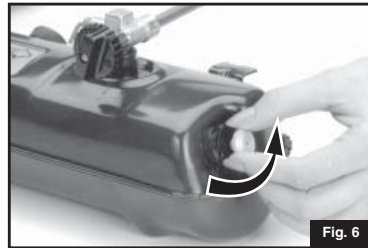

Fig. 6
- Gire la PERILLA DE LA BOMBA una vuelta. (Fig. 6)